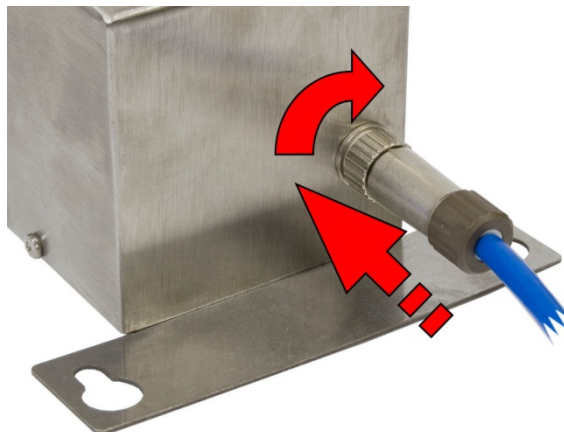

Figura 3-6: Connessione al pacco delle batterie
con lo slot presente sul connettore della batteria e premendo mentre si fa un quarto di giro in senso orario. Per la posizione del connettore, fare riferimento alla Figura 3-6.
- La Figura 3-6 mostra il collegamento per il pacco batteria 64050625. Il modello 30538111 è simile.